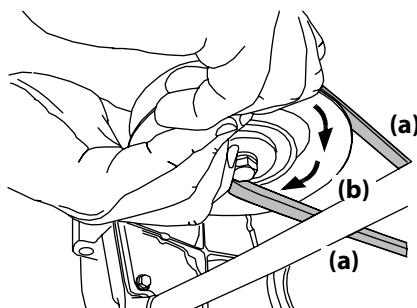

Figura 4-14
- Mientras sostiene la correa de la toma de fuerza (PTO) (a) hacia abajo, siga haciendo girar la polea de la PTO (b) hasta que la correa de la PTO (a) se deslice fuera de la polea de la PTO (b). Consulte la Figura 4-14.
- Tire del lado derecho de la correa de la PTO hacia atrás y coloque el lado V angosto de la correa de la PTO en la polea de la PTO. Consulte Figura 4-14.
- Mientras sostiene la correa y la polea de la PTO juntas, haga girar la polea de la PTO hacia la izquierda (Vea la Figura 4-14). Siga sosteniendo y girando la polea y la correa de la PTO hasta que la correa de la PTO se enrolle totalmente en la polea de la PTO.